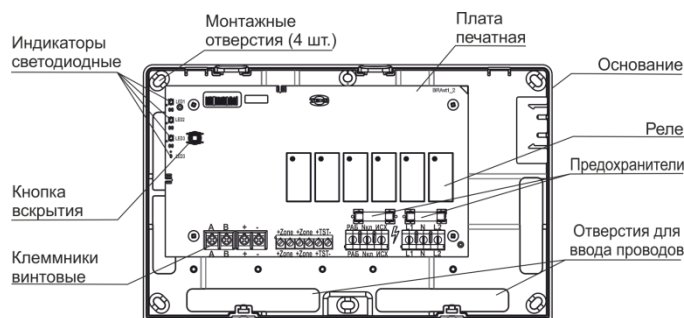

Рисунок 2
**4.1** Конструктивно БРА выполнен в виде блока, состоящего из основания и съемной крышки. Внутри блока смонтирована печатная плата с радиоэлементами (рисунок 2).